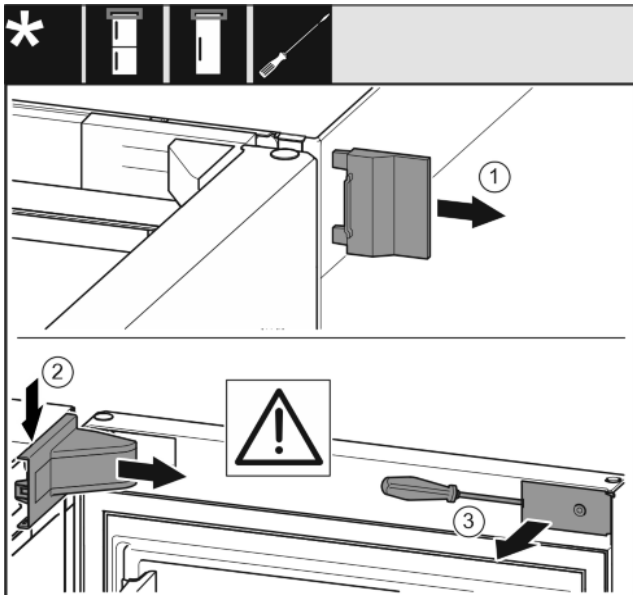

Fig. 8
- ▶ Skinite vanjski pokrov. Fig. 8 (1)
- ▶ Otkopčajte i otpustite pokrov podloška ležaja. Skinite pokrov podloška ležaja. Fig. 8 (2)
- ▶ Ravnim odvijačem otkopčajte masku i zakrenite je u stranu. Fig. 8 (3)